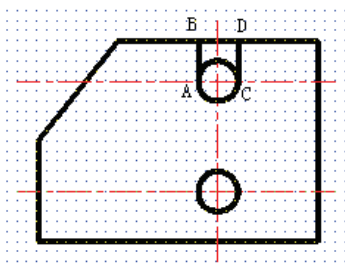

图 2-14 绘制与圆相切的两直线
绘制与上面圆相切的两条直线 AB、CD, 如图 2-14 所示。
(2) 移动光标到图 2-14 所示 A 点，稍加停顿，出现“交点”提示后单击鼠标。
(3) 移动光标到最上面的水平轮廓线上 B 点附近，在提示“垂足”时，单击鼠标，绘制出直线 AB。
(4) 回车结束直线绘制命令。
用同样的方法绘制直线 CD。结果如图 2-14 所示。直线 CD 也可以通过对直线 AB 的复制、偏移等方法绘制。